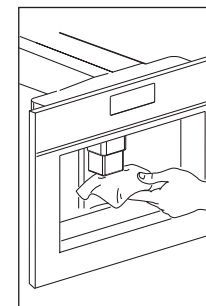

Fig. 36
- ▶ Pulire i beccucci periodicamente, servendosi di una spugna (Fig. 36).